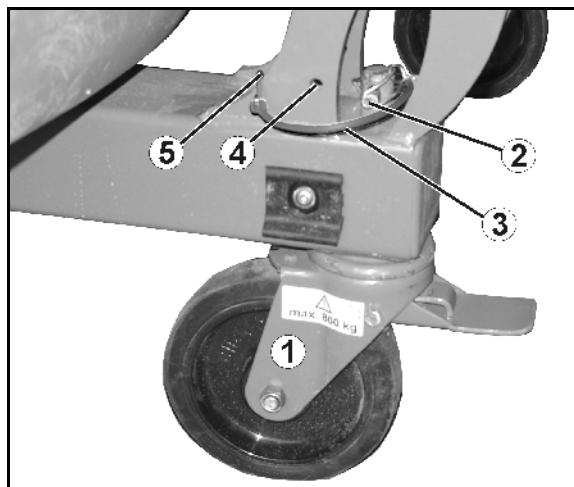
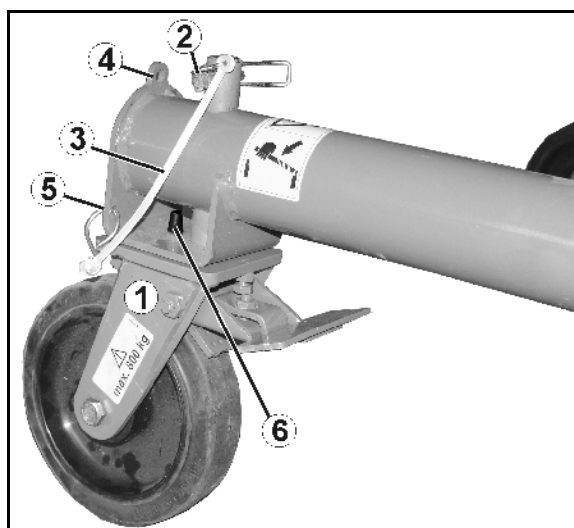

図 55
図 56
- リンチピンを安全ベルト (3) で機械 (5) に固定します。
5. 前側の可動ホイール (図 55/1) / 後側の固定ローラー (図 56/1) を
- 取り付け、リンチピン (図 55、図 56/2) で固定します。あるいは
固定ローラーの取り付け時には、ピン (図 56/6) がフレームの穴に入り、ローラーを縦方向で保持するようにしてください。